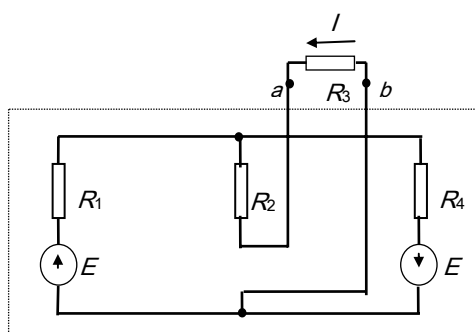

Рис. 2.2
- ток, протекающий через резистор  $R_3$ , методом эквивалентного активного двухполюсника (см. рис. 2.2);
- Каким образом влияет на напряжение холостого хода эквивалентного двухполюсника (рис. 2.2) резистор  $R_2$ ?
- Изменится ли ток  $I_2$  на рис. 2.2 в случае замены источника эдс  $E_2$  на источник тока, со значением тока равного току в данной ветви до замены источника эдс?
- На основании данных полученных в п. 5(д) укажите, при каких номиналах резистора  $R_2$  активный двухполюсник на рис. 2.2 будет работать в согласованном и номинальном режимах?